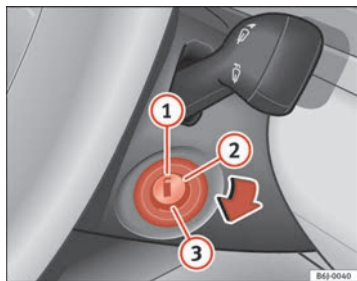

Abb. 95 Stellungen des Zündschlüssels
In dieser Stellung ⇒ Abb. 95 sind die Zündung und der Motor ausgeschaltet und die Lenkung kann gesperrt werden.
- Drehen Sie den Zündschlüssel in Stellung ⇒ Seite 139, Abb. 95 . Beim Vorglühen des Motors leuchtet die Kontrollleuchte auf.
- Drehen Sie den Zündschlüssel in Stellung ⇒ Seite 139, Abb. 95
①.